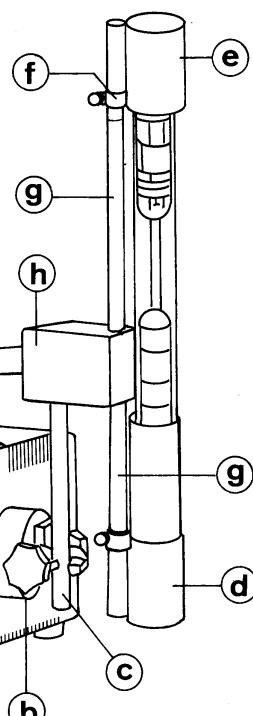

Fig. 3
Le câble haute tension conduit au dos du boîtier se termine à une boîte de distribution **h** (voir fig. 3). Les tubes **g** fixés à la boîte de distribution ont deux fonctions à assurer:
El cable de alta tensión saliente por la parte posterior de la carcasa termina en una caja de distribución **h** (ver Fig. 3). Los tubos **g** fijados en la caja de distribución tienen dos funciones:
3.1 Montage de la lampe de Balmer (voir fig. 3)
3.1 Montaje de la lámpara de Balmer (ver Fig. 3)